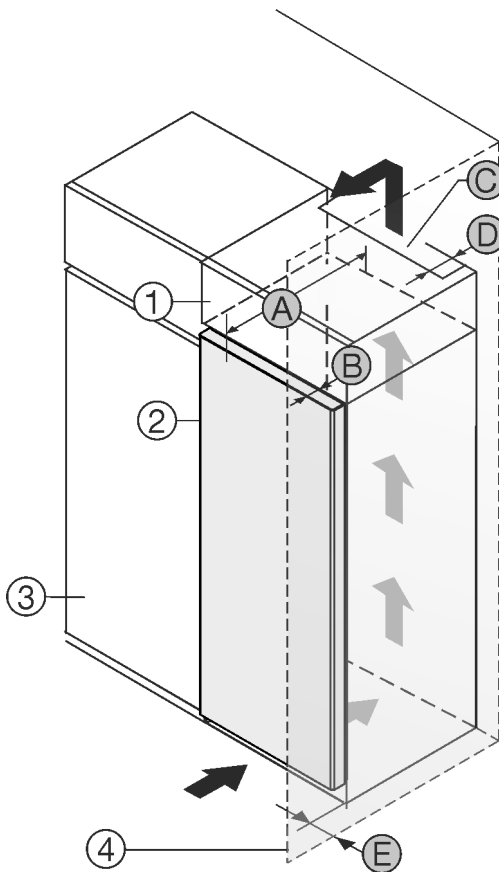

Fig. 1
Vous pouvez placer le réfrigérateur directement à côté de l'armoire de cuisine *Fig. 1 (3)*.*
Une sortie d'air avec la profondeur *Fig. 1 (D)* doit être présente au dos de la rehausse sur toute sa largeur.*
La section de ventilation *Fig. 1 (C)* sous plafond doit être respectée.*
Si le réfrigérateur est installé avec les charnières près d'une paroi *Fig. 1 (4)*, la distance entre le réfrigérateur et la paroi doit être d'au moins 13 mm.*
Pour pouvoir ouvrir complètement les portes, le réfrigérateur doit dépasser de la profondeur de la porte *Fig. 1 (B)* par rapport à la façade du placard. L'appareil peut déborder encore plus en fonction de la profondeur des placards *Fig. 1 (3)* et de l'utilisation de cales d'épaisseur.*